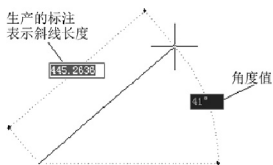
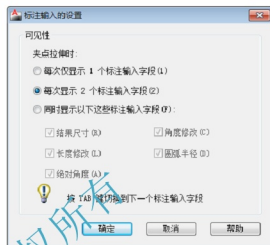

图 2-30 启用【可能时启用标注输入】屏幕显示
图 2-31 【标注输入的设置】对话框
(2)【可能时启用标注输入】：若启用该选项，当命令提示输入第二点时，工具栏提示将显示距离和角度值，在工具栏提示中的值将随着光标移动而改变，若按 **TAB** 键可在这些值之间切换，如图 2-30 所示。单击该选项下【设置】按钮，弹出【标注输入的设置】对话框，如图 2-31 所示，可以设置控制夹点拉伸时工具栏提示显示信息。